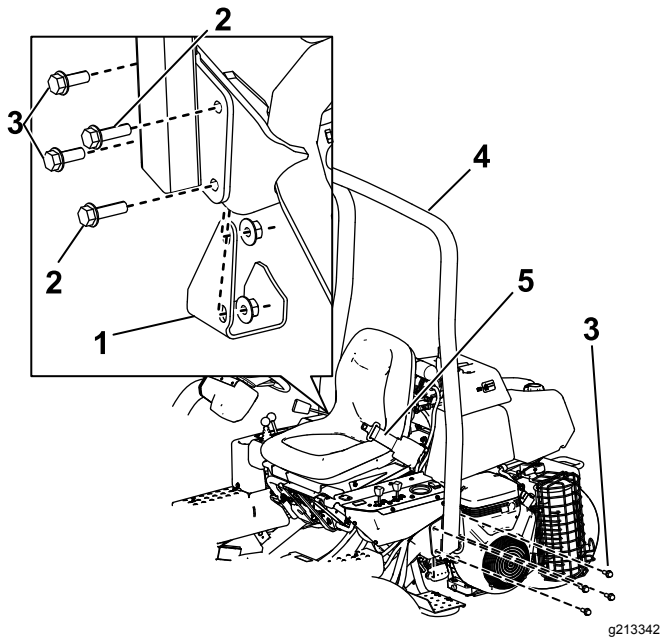

Figura 6
2. Baje la barra anti-vuelco (Figura 6) sobre los soportes de montaje, alineando los taladros de montaje.
soporte de montaje con 2 pernos ($\frac{1}{2}$ " x $1\frac{1}{2}$ "), 2 pernos ($\frac{1}{2}$ " x $1\frac{3}{4}$ ") y contratueras, según se muestra en la Figura 6.
3. Sujete cada lado de la barra antivuelco al soporte de montaje con 4 pernos ($\frac{1}{2}$ " x $1\frac{1}{2}$ ") y contratueras (Figura 6).